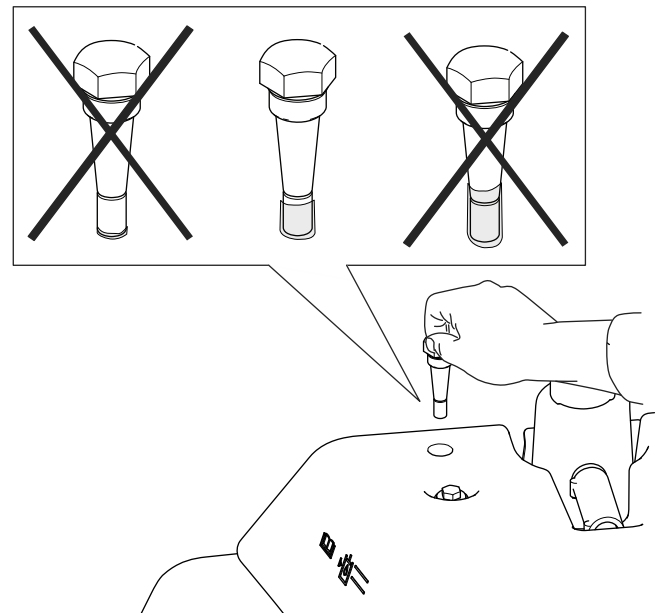

図 56
4. ディップスティックを抜いて油量を点検する。オイル量が2本のマークの間にあれば油量は適正である。油量が2つのマークの間でない場合は適正量に調整する 図 56。